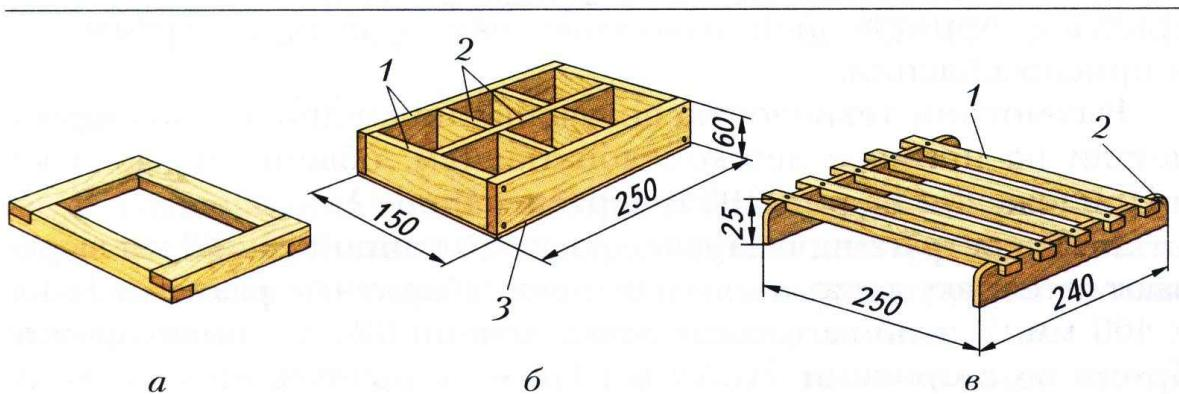

Рис. 13. Изделия из древесины: а – рамка; б – коробка для мелких деталей:
1. Получите у учителя заготовки для изготовления одного из изделий: рамки (рис. 13, а), коробки (рис. 13, б), подставки (рис. 13, в), карандашницы (см. рис. 6, г), крестовины (см. рис. 6, е) или подготовьте заготовки для своего проектного изделия с соединением брусков внакладку.